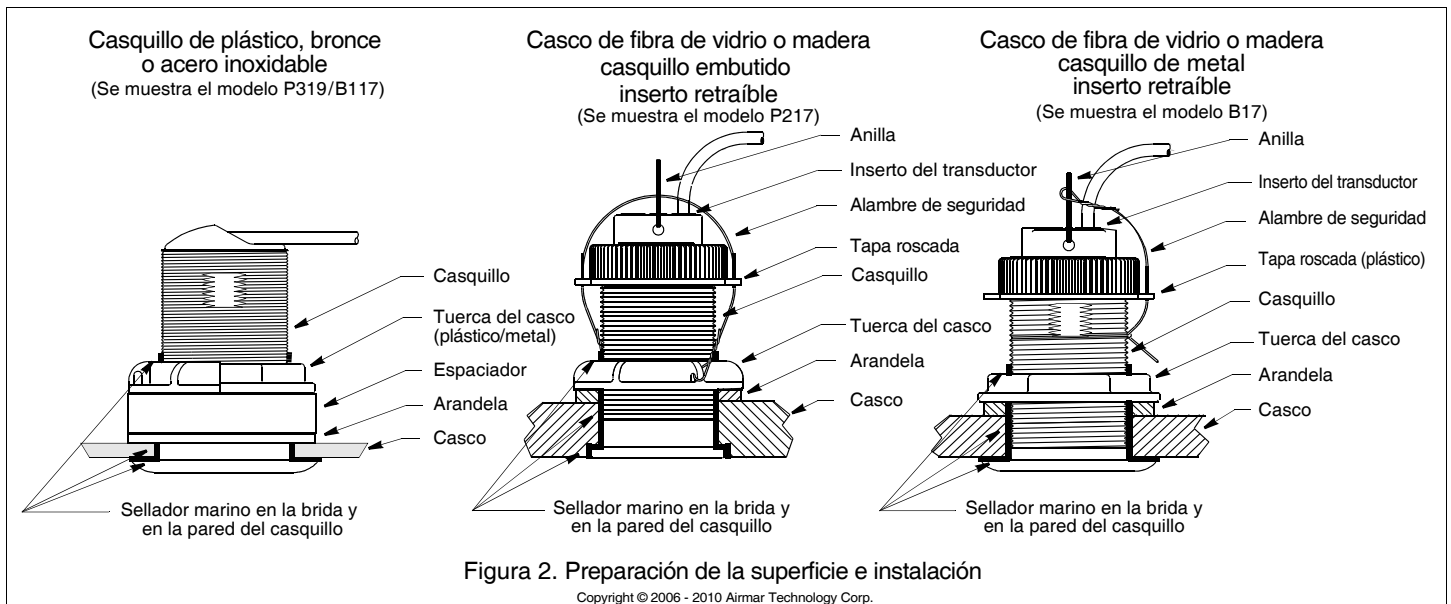

Figura 2. Preparación de la superficie e instalación
PRECAUCIÓN: Verifique que las superficies estén limpias y secas. Aplique una capa de 2 mm (1/16") de sellador marino en torno a la brida del casquillo en contacto con el casco y a la pared del casquillo (Figura 2). El sellador debe extenderse 6 mm (1/4") más arriba del espesor combinado del casco, la o las arandelas y la tuerca del casco. De este modo habrá sellador en la rosca para sellar el casco y mantener bien la tuerca del casco.
2. Desde el interior del casco, coloque la arandela en el casquillo (Figura 2).
3. Afirme el alambre de seguridad para evitar que el inserto se salga en el caso improbable de que la tapa roscada se rompa o se rosque de forma incorrecta (Figura 2 o 3).
2. Extraiga el inserto del transductor del casquillo retirando el alambre de seguridad y desenroscando la tapa roscada (Figura 2).